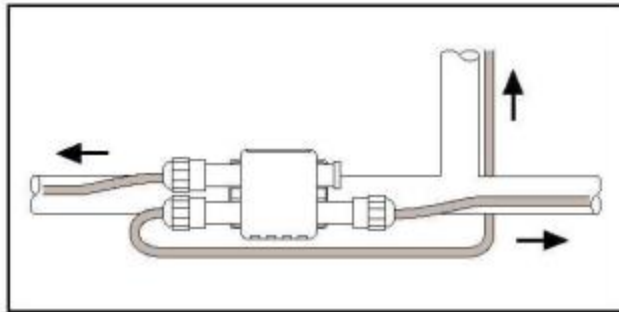

Figure 5 - Rayclik-T-02 : Jonction en T
- Raycllic-T-02 : Jonction en T (*figure 5*),